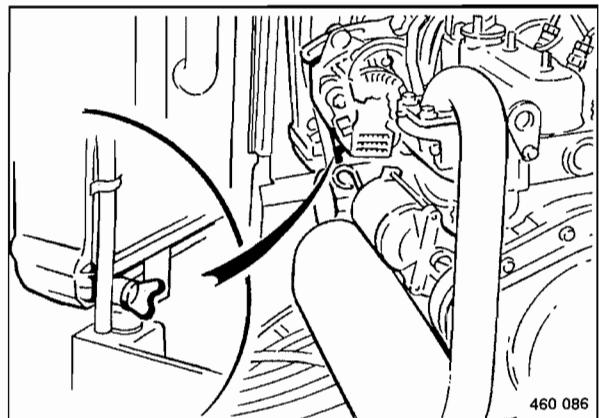

Fig. 124
- Desenroscar la llave de descarga (Fig. 124)